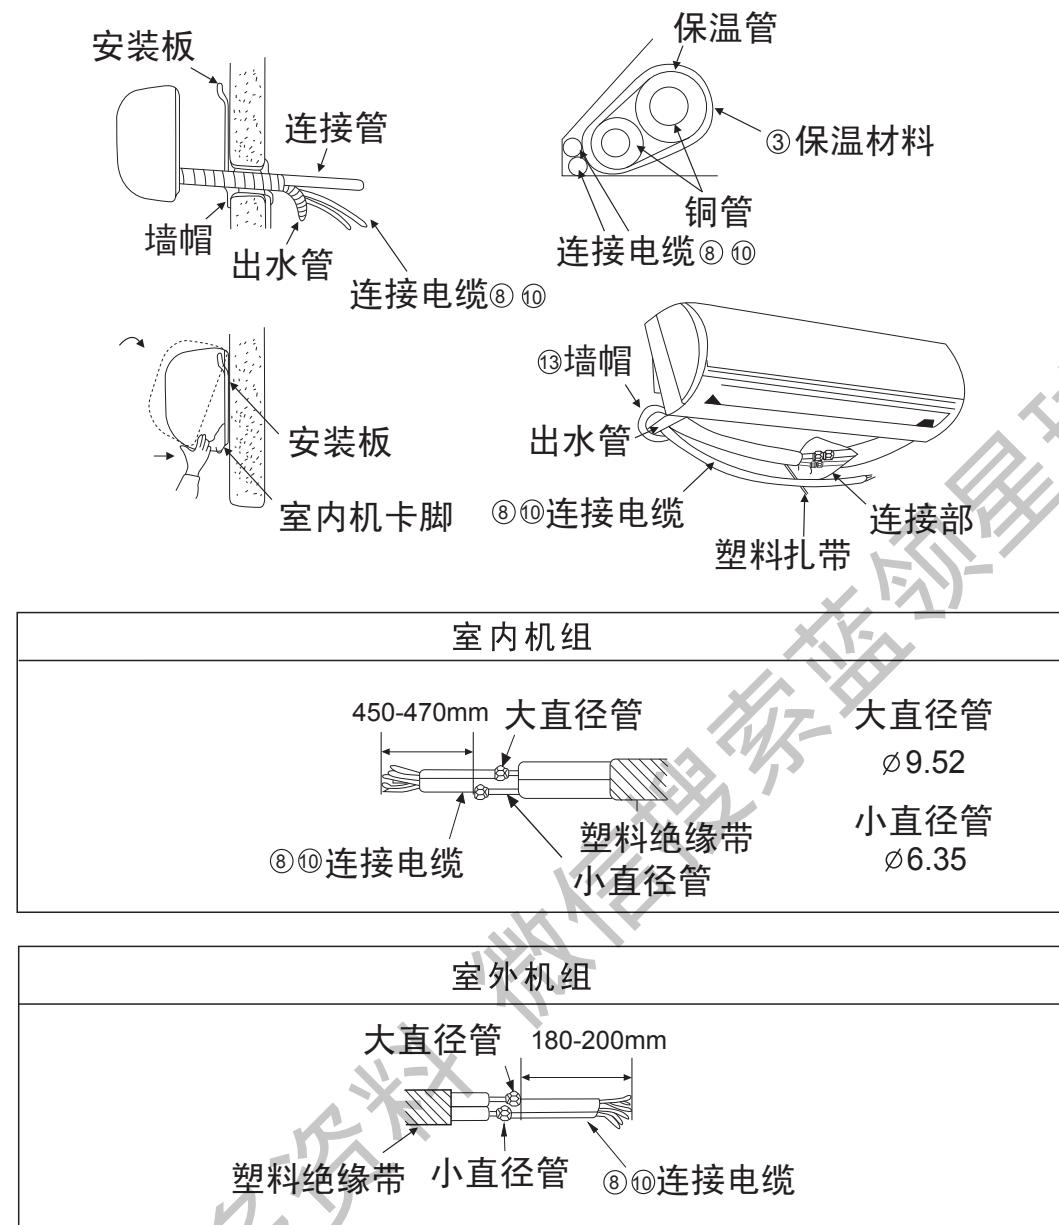

图11
- (1) 把出水管塞进预埋在墙壁内的墙洞管内。
- (2) 当把铜管接上之后，请首先合拢铜管上开口处保温材料，裹紧接口处。
- (3) 再用附件③保温材料包扎室内机组铜管接口处。
- (4) 修整电线与铜管以便将它们塞进机组后面，并用塑料扎带固定。
- (5) 重新把机组的上下的投影搭扣部位牢固地勾在安装板凸出的钩子上。（如图11所示）
- (6) 室内外连接管与电线的排列安装按图11所示。